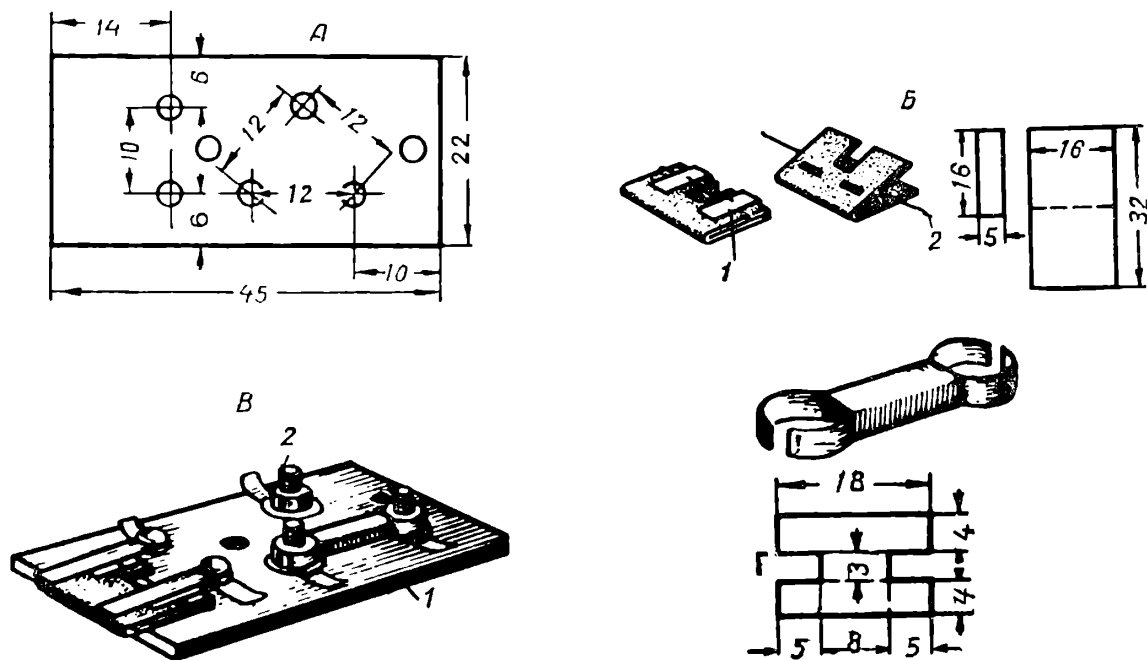

Рис. 59.
**Переключатель напряжения и предохранитель.** Переключатель напряжения (на 120 или 220 в) монтируется на одной панели с предохранителем (рис. 59, А, Б, В, Г).
лобзиком по контуру (рис. 59, А). Для контактов переключателя подберите три винта с гайками. Сам переключатель вырежьте из тонкой латуни и согните так, как показано на рис. 59, Г.
Предохранитель вырежьте из прессшпана или тонкого картона по выкройке, приведенной на рис. 59, Б.
Вырезанную выкройку согните и обожмите латунными или жестяными контактными лепестками, заложив под них жилку медного провода. Толщина этой жилки не должна превышать 0,1—0,15 мм. Взаимное расположение деталей на панели и их крепление видны на рис. 59, В.